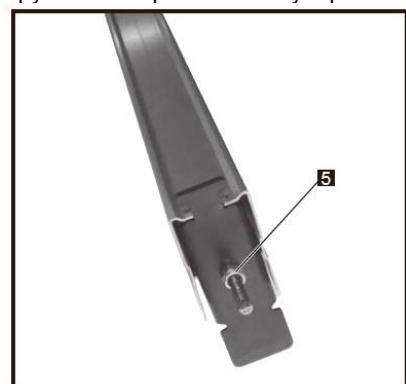

Рис.10
- Чтобы переместить упор (1), поднимите ручку (2) и сдвиньте упор в нужное положение.
- Ослабьте 2 болта (3) и поднимите рукоятку (2).
- Крепко удерживая кронштейн упора (4) вплотную к передней части пильного диска, смещайте дальний конец упора до тех пор, пока он не будет выставлен параллельно канавке углового упора.
- Поднимите рукоятку (2) и закручивайте регулировочную гайку (5) рис.10 по часовой стрелке до тех пор, пока задний зажим не будет плотно затянут. Не закручивайте регулировочный винт более чем на $\frac{1}{4}$ оборота за раз.